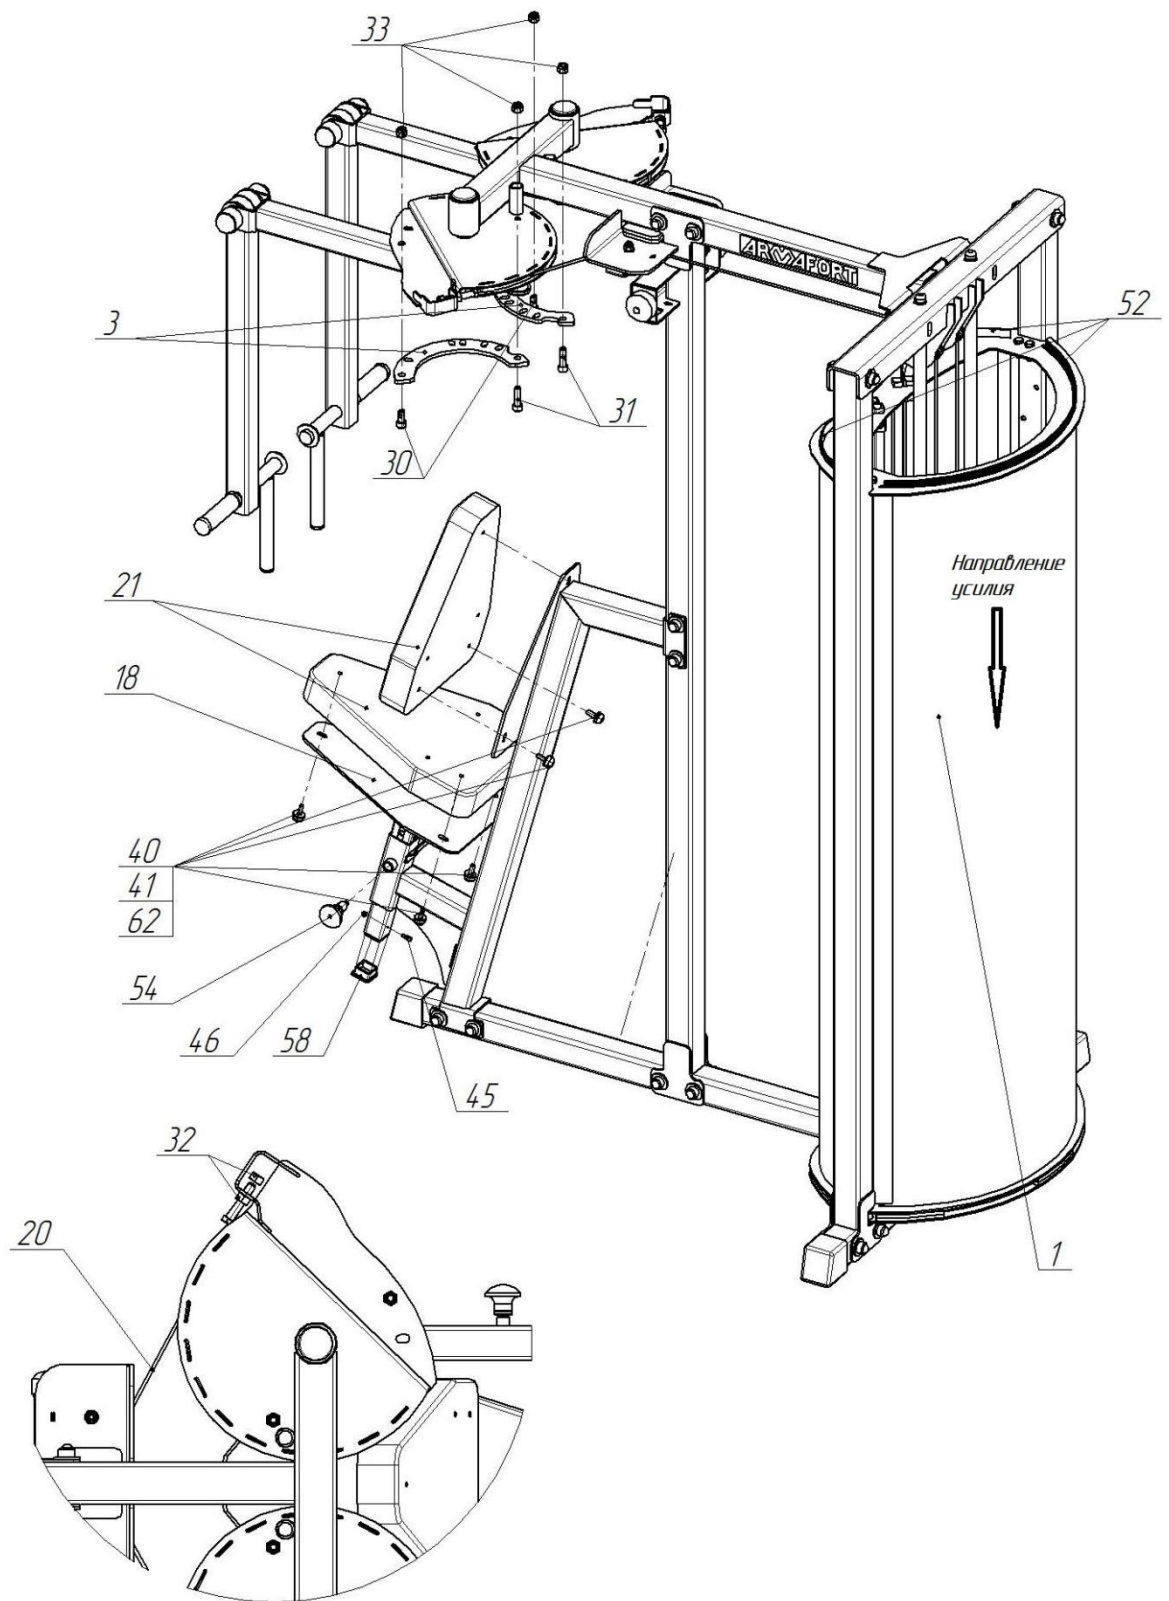
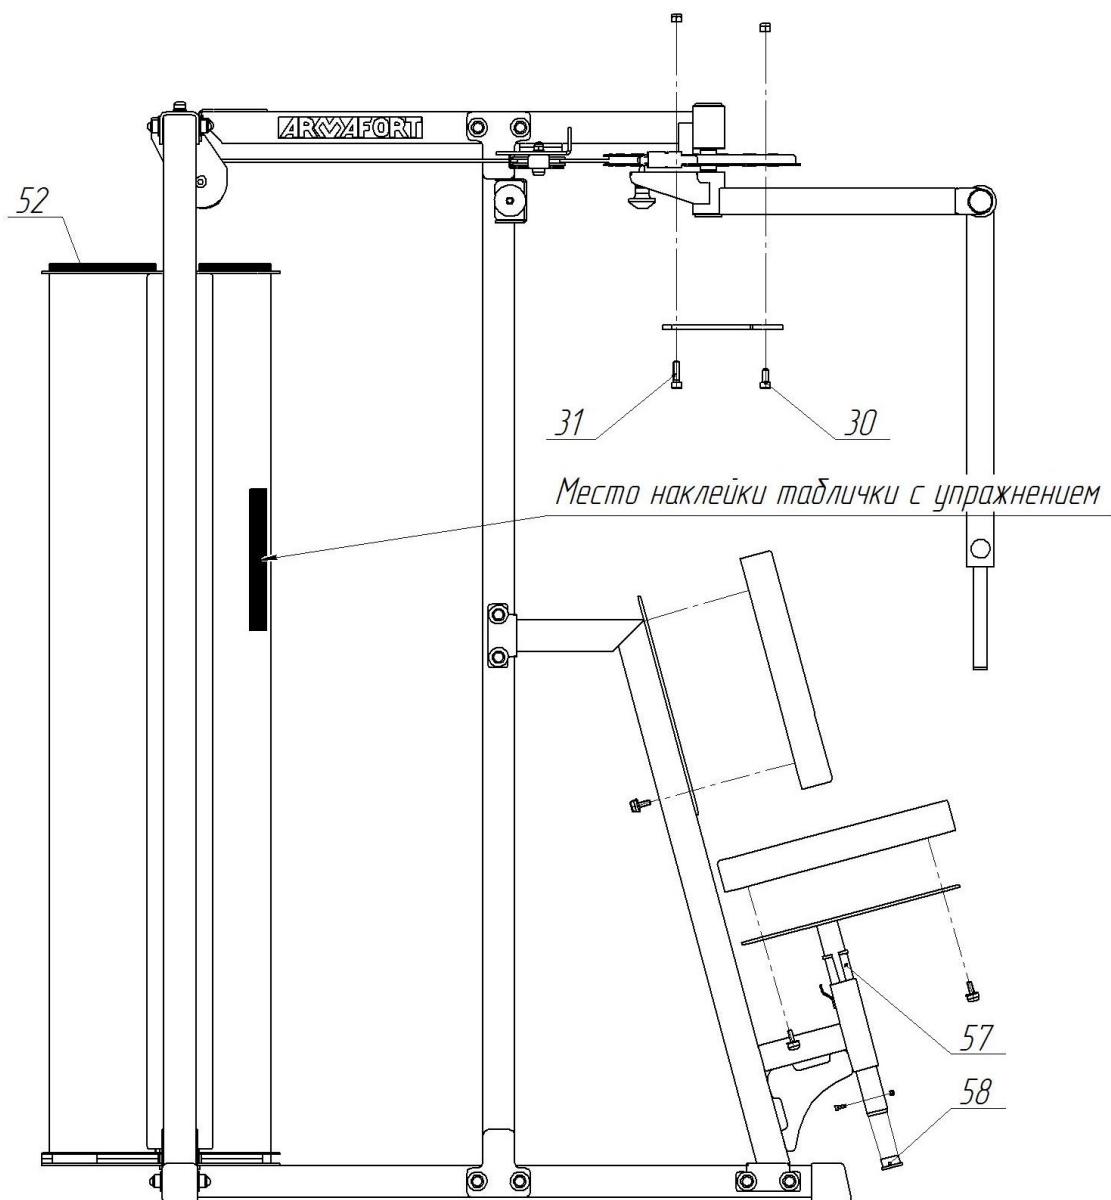

Рис.12. Схема сборки этапа №4
Рис.13. Схема сборки этапа №4
1. Установить скобу (3) на ролик троса (14). Совместить отверстия . Вставить в них винт М12х 25 (30) и винт 12х40 (31) как показано на рис.12. Накрутить с обратной стороны гайки М12 (33). Затянуть. При этом фиксатор пружинный должен находиться между головками винтов. Аналогично проведите сборку на втором ролике троса (13).
2. Вставить в отверстия кронштейнов на роликах троса (13,14) законцовки троса (20) (болт М12) с накрученной гайкой М12 (32). Накрутить на болт М12 гайку М12(32) как показано на рис.12.
4. Установить сиденье трапецевидное 2шт (21) как показано на рис.12. Закрепить каждое болтами М8 3шт (40) с шайбами 3шт (41). При сборке использовать инструмент Д.
5. Наденьте колпачок болта М8 (62).
6. Установить фиксатор пружинный (54) как показано на рис.12. Использовать инструмент Л.
7. Установить винт М5х16 (45) в отверстие в нижней части сиденья (18). Накрутить гайку М5 (46) на винт с внутренней стороны трубы. Использовать инструмент И и З.
8. Установите заглушку внутреннюю 40х40 (58) как показано на рис.12, используя молоток(М), забивать следует через деревянный брусок.
9. Установите экран поликарбонатный 0,8х1,7 (1) так, чтобы боковые края экрана зашли за пластину на стойках (9) с внутренней стороны. Приподнимите пластину (11) над экраном и вставьте экран в изогнутый паз. Придерживая пластину (11) и следя чтоб не выскочил из пазов, вставьте экран в изогнутый паз в нижней части, при этом прижимая экран вниз, как показано на рис.12.
10. Затянуть болты М10х35 (35) которые держат пластину (11).
12. Установить на верхней части экрана П-образный профиль резиновый (52) как показано на рис.13.
13. На передний экран наклеить табличку с упражнениями как показано на рис.13.